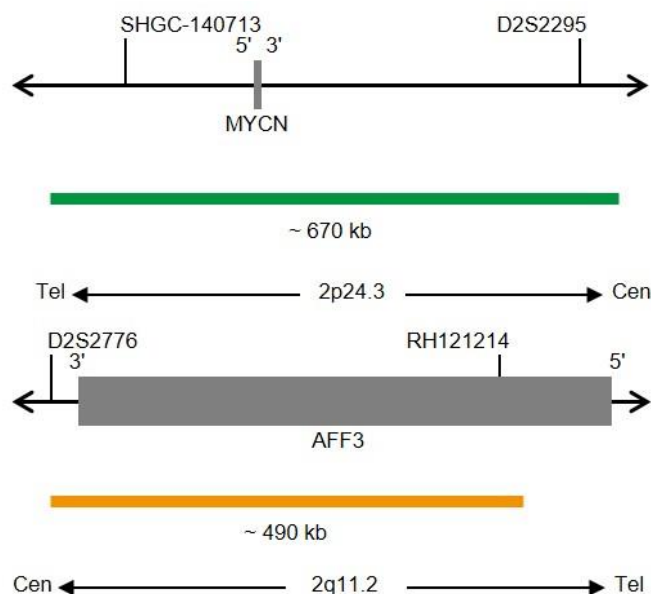

Fig. 1 : Carte de la sonde SPEC MYCN, Carte de la sonde SPEC 2q11 (pas à l'échelle)
- Polynucléotides marqués au ZyGreen (excitation 503 nm/émission 528 nm) (~10.0 ng/ μ l), qui ciblent une séquence de 2p24.3* (chr2:15,846,046-16,517,671) hébergeant la région génétique MYCN (voir figure 1).
- Polynucléotides marqués au ZyOrange (excitation 547 nm/émission 572 nm) (~4.5 ng/ μ l), qui ciblent une séquence de 2q11.2* (chr2:100,132,806-100,621,725) (voir figure 1).